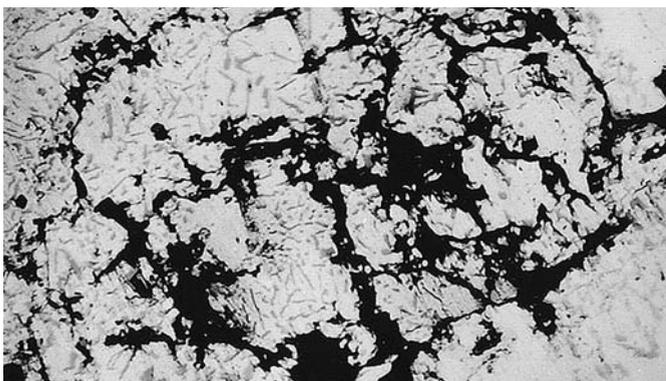

Abb. 4: Zusammengeballte Oxidhäute, Oxidknäuel
3. Kleinstückiges, schiefriges Kreislaufmaterial oxidiert lebhaft, wenn es mit der Schmelzflamme in Berührung kommt. Die dabei entstehenden Oxidhäute ballen sich knäuelartig zusammen (Abb. 4). Oxide in dieser geschlossenen Form verbleiben hartnäckig innig verbunden mit der Schmelze. Erst wenn es gelingt, die Oxidhaut durch Zugabe von Schmelzhilfssalzen aufzureißen, kann die Schmelze von den Oxiden gereinigt werden. Die Salze werden umweltgerecht zugegeben in Form von feinem, besser grobem Granulat. Wo es nicht möglich ist, Bearbeitungsspäne oder Druckguss-Flitteranteile mit geeigneten Öfen einzuschmelzen, sollten diese an ein Umschmelzwerk abgegeben werden.